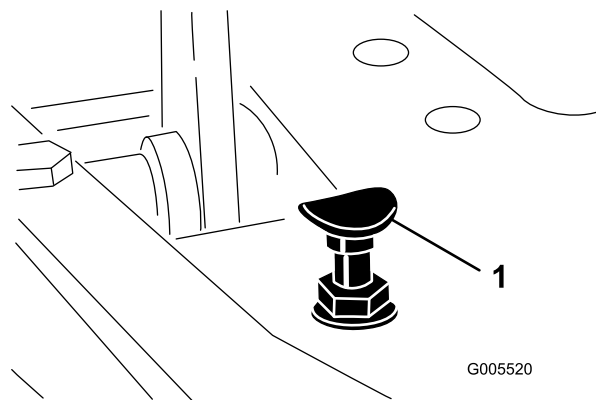

Bild 42
1. Stellen Sie den Funktionsschalthebel in die TRANSPORT-Stellung lösen Sie die Sicherungsmutter, mit der der Pedalanschlag an der Bodenplatte befestigt ist (Bild 42).
Stellen Sie den Funktionsschalthebel in die TRANSPORT-Stellung und treten Sie auf das Fahrpedal, um die maximale Transportgeschwindigkeit zu erreichen. Wenn das Pedal den Anschlag erreicht (Bild 42), bevor das Kabel gespannt ist, führen Sie folgende Einstellungsschritte aus: